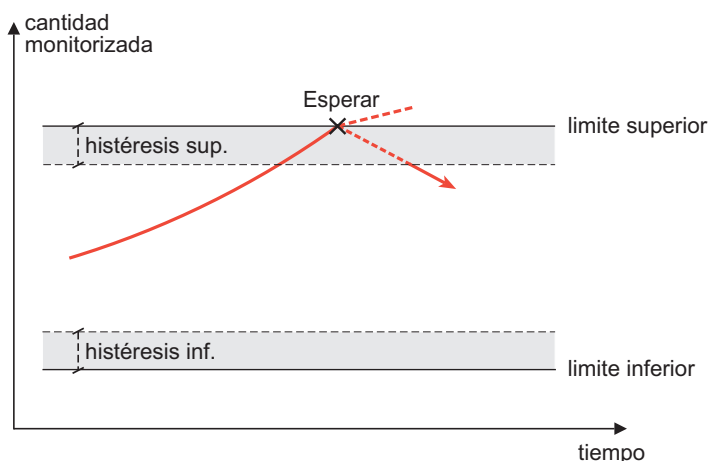

Fig. 27: Acción "Esperar"
- **Histéresis inferior:** la histéresis inferior es una gama de tolerancia para el límite inferior (véase *Fig. 27*). Con la **Acción "Esperar"** se continúa a dosificar sólo cuando la cantidad monitorizada está de nuevo encima del límite inferior (incl. el valor entrado aquí). Introduzca solamente valores positivos.
- **Histéresis superior:** la histéresis superior es una gama de tolerancia para el límite superior (véase *Fig. 27*). Con la **Acción "Esperar"** se continúa a dosificar sólo cuando la cantidad monitorizada está de nuevo debajo del límite inferior (incl. el valor entrado aquí). Introduzca solamente valores positivos.